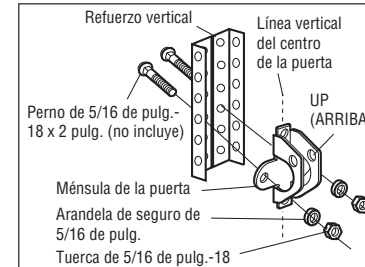

FIGURA 3
- Taladre los orificios de sujeción de 3/16 de pulg. Fije la ménsula de la puerta con tornillos autorroscantes. (Figura 3)